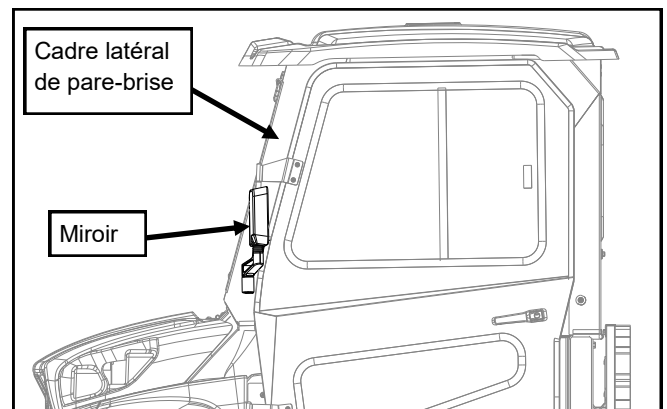
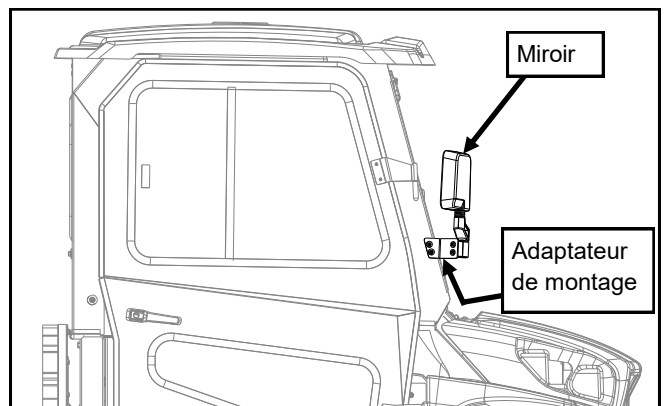

Fig. 14a
Fig. 14b
14. Le conducteur affichera le rétroviseur latéral droit à travers le pare-brise. Pour le côté conducteur, voir fig. 14a. Pour le côté passager, voir fig. 14b.